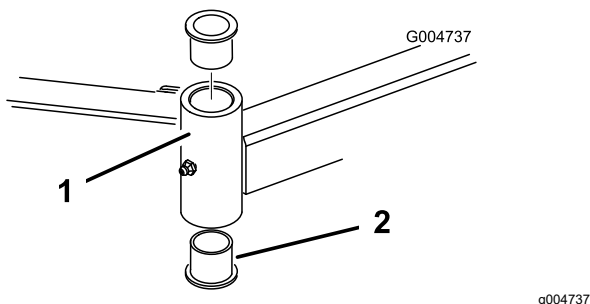

図 22
4. ピンポンチを使って、チューブの上または下からブッシュをたたき出す 図 22。もう1個のブッシュについても同様にして取り出す。チューブの内部をきれいに清掃する。